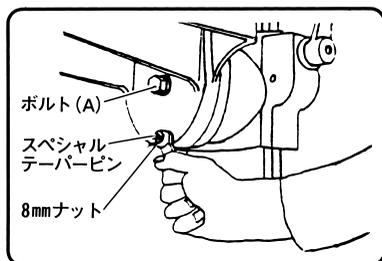

図 9
- (1) 8mmナットを締め込み、スペシャルテーパーピンを抜きます。(図9)
- (3) テーブル角度調整後、ボルト(A)を締め付けテーブルを固定してください。(図9) スペシャルテーパーピンは、なくさないよう保管してください。
- (1) テーブルの刻印線を目盛「0」に合わせ、抜いておいたスペシャルテーパーピンを軽くたたいて打込んでください。
- (2) 次にボルト(A) (図9参照) を締め付けます。
- (3) 最後にスペシャルテーパーピンが抜けない程度に8mmナットを軽く締めておいてください。